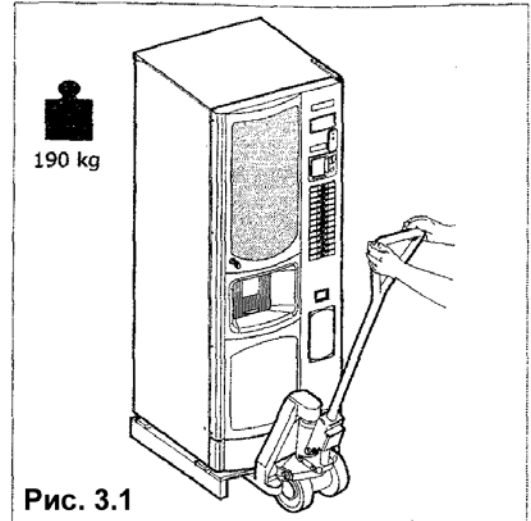

Рис. 3.1
3.1 Перемещение и транспортировка (рис. 3.1)